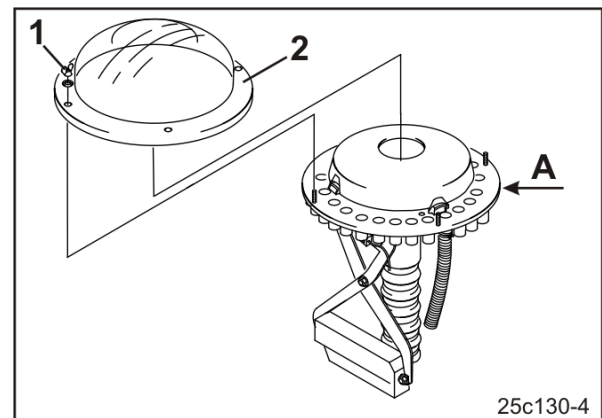

Fig. 280
5. Desfaceți piulițele fluture (Fig. 280/1) și scoateți capacul transparent din plastic (Fig. 280/2) de pe capul de distribuție.
7. Curățați impuritățile dintre placa de bază și placa de comandă (Fig. 280/A) cu aer comprimat.
8. Montați capacul de plastic (Fig. 280/2).
9. Fixați capacul de plastic cu piulițele fluture (Fig. 280/1).